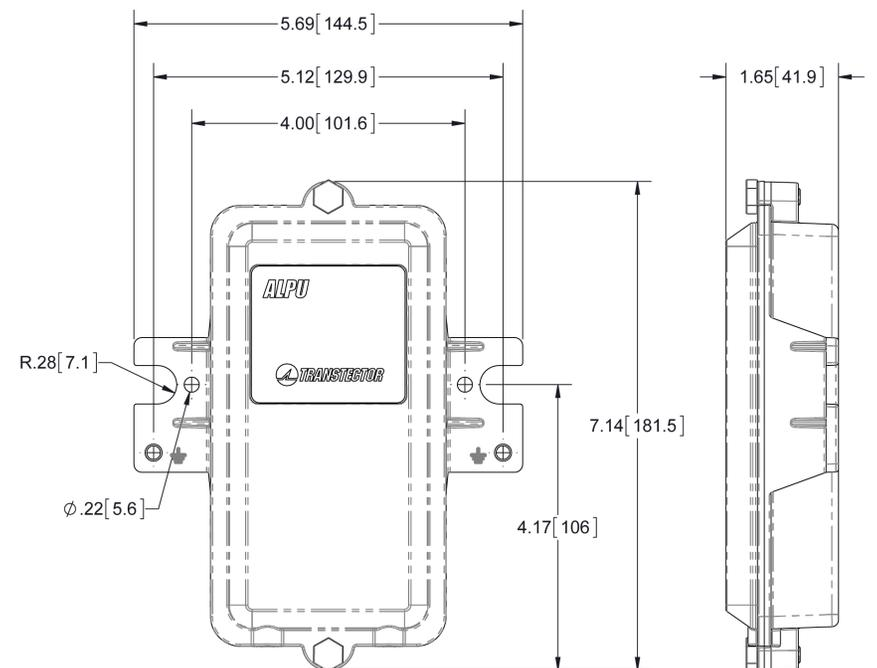
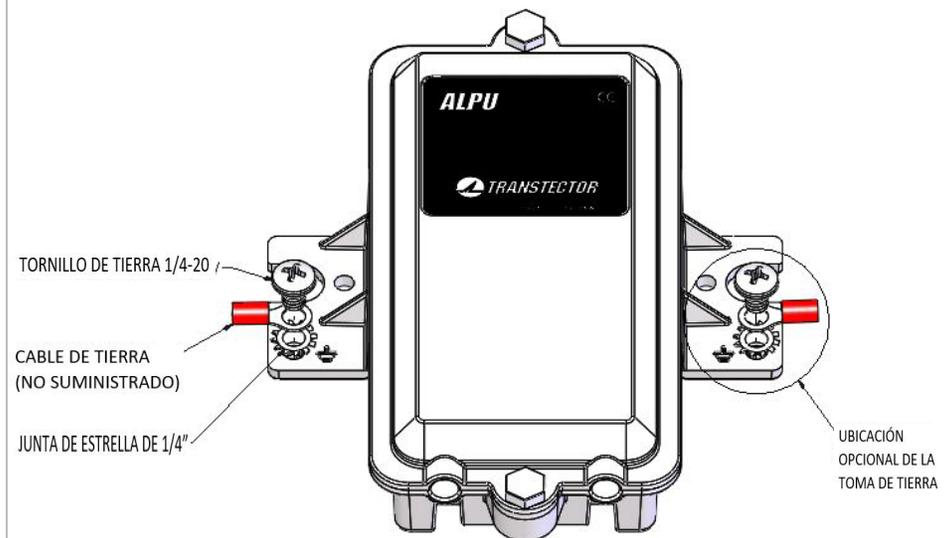

Figura 1. Esquema mecánico (pulgadas)
Figura 2. Instalación del cable de tierra
1. La SERIE ALPU está pensada para ser instalada en interiores o exteriores, en aplicaciones de montaje en pared o en poste. La unidad cuenta con pies de montaje en los laterales que se montan en agujeros de centro a centro de 4" con herrajes de tamaño #10. El pie de montaje también se adapta a los kits de montaje en poste de 4" de diámetro con orificios de centro a centro de 4,5" y herrajes más grandes. Consulte la Figura 1 para conocer los requisitos mecánicos y la ubicación de los conectores. La conexión a tierra óptima en la unidad de caja metálica en la brida de montaje en cualquier lado se muestra en la Figura 2. Utilice un cable de 8AWG como mínimo para la conexión de referencia a tierra. Los cables de comunicación con los conectores RJ45 ya instalados pueden introducirse directamente en la caja. Asegúrese de instalar los cables con el cable desprotegido instalado en la toma de "entrada" izquierda y el cable protegido del equipo en la toma de "salida" derecha. La caja cuenta con una retención de cables integrada que sujeta el cable con un soporte atornillado. Hay disponible un kit adaptador para montaje en poste (pn 1000-1164) para satisfacer las instalaciones en una amplia gama de diámetros de poste, desde postes metálicos de 2" hasta postes de servicios públicos de 10" de diámetro.
2. Monte la unidad en una superficie exterior utilizando los dos orificios de montaje mostrados en la Figura 1.
5. Conecte un cable apropiado de calibre 8AWG lo más corto posible (menos de 3 pies) entre la unidad y el punto de conexión a tierra del sitio utilizando los herrajes de 1/4" proporcionados en la ubicación que se muestra en la Figura 2. Apriete a 40-45 in-lbf. Consulte los códigos locales y las normas de los fabricantes de equipos antes de la instalación.